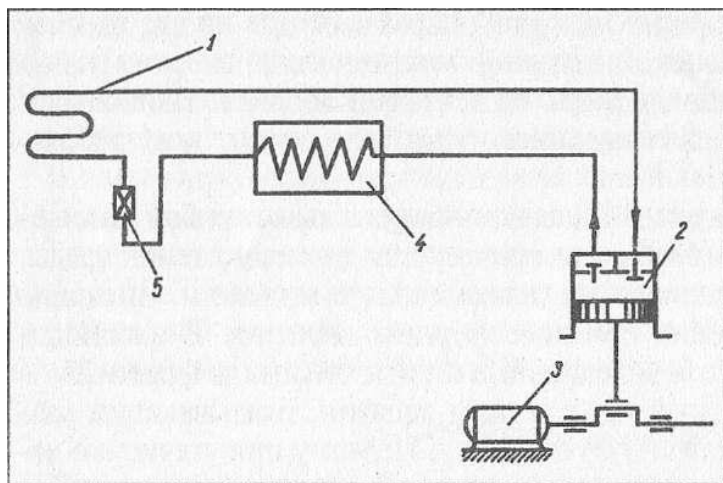

Рис. 15-1. Схема компрессионной холодильной машины:
1. Компрессионные холодильные машины (рис. 15.1) состоят из следующих основных частей: испарителя, конденсатора, компрессора, регулирующего вентиля и электродвигателя.